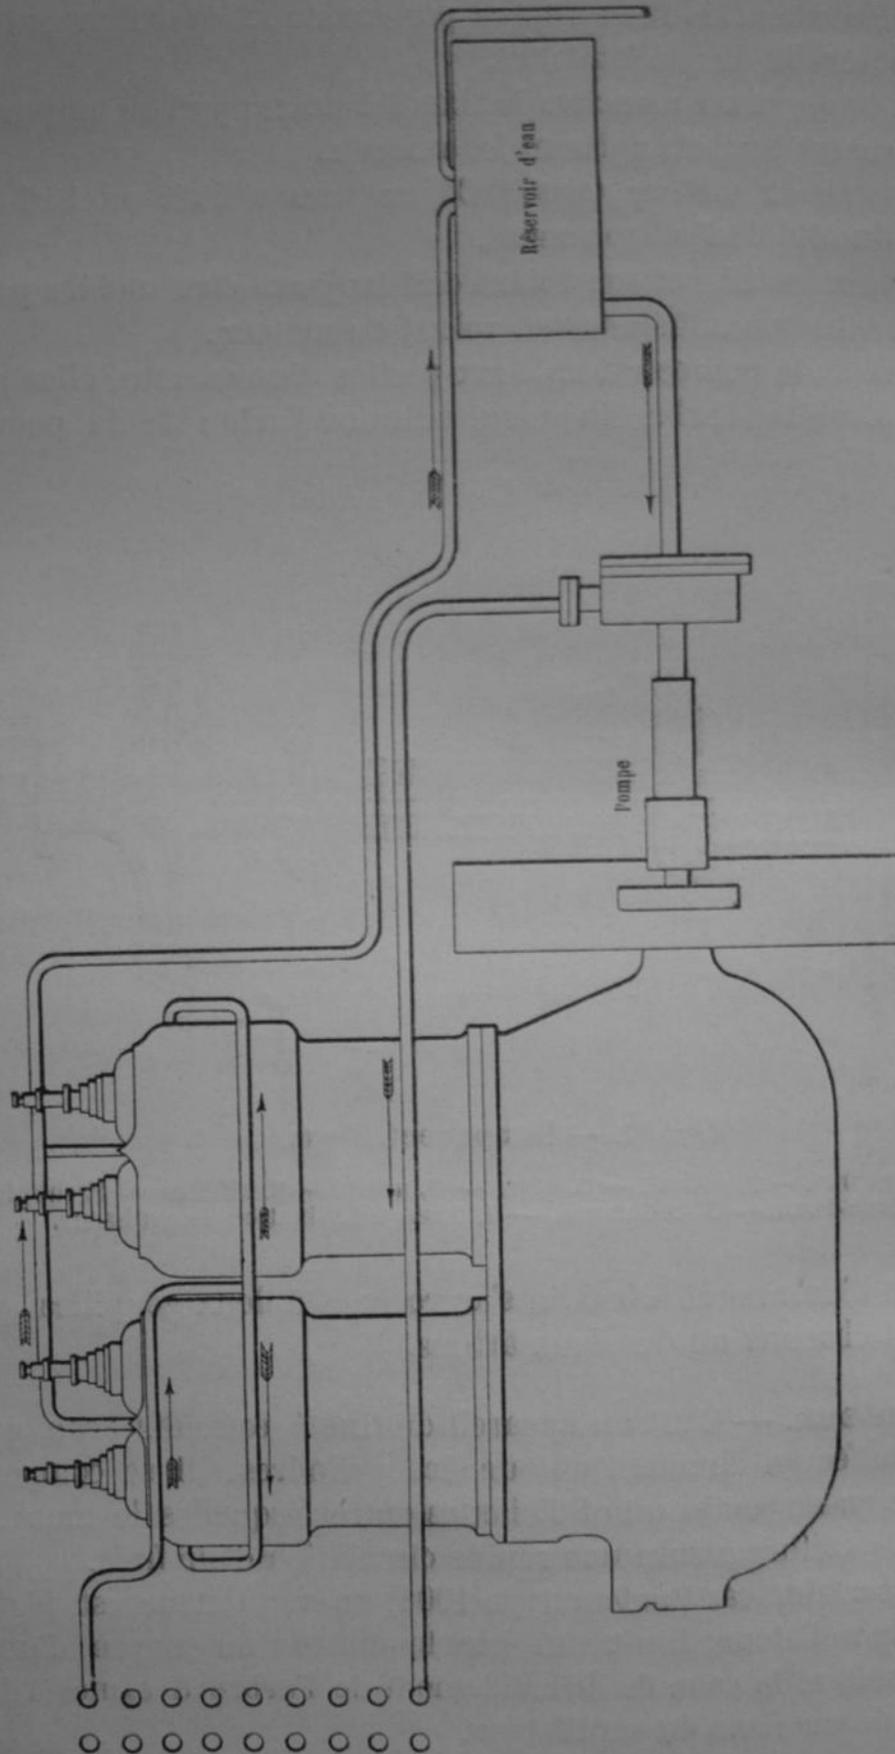

Fig. 21. — Circulation d'eau.
**Canalisation.** — Dans le cas des voitures avec réservoir à l'arrière (fig. 21), l'eau chauffée par son passage dans les culasses du moteur, sort par le haut de celles-ci pour aller au réservoir,